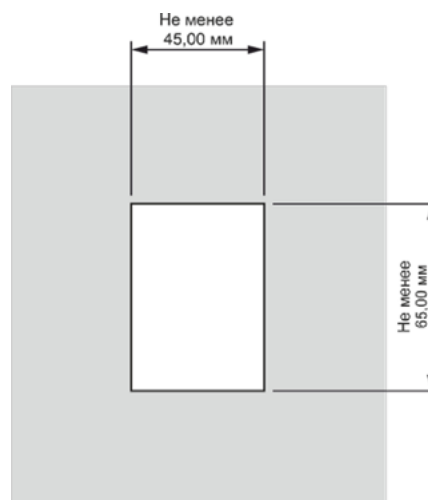

Рис.14
1. Выбрать удобное место установки панели на поверхности. Разметить место установки при помощи шаблона из комплекта (см. рис.14).
2. Подобрать подходящий инструмент для обработки материала поверхности, на которую будет установлена панель (пользуйтесь шаблоном для установки). Инструментом выбрать прямоугольное отверстие в материале (размер см. рис.14).
3. Инструментом выбрать прямоугольное отверстие в материале (см. рис.14).